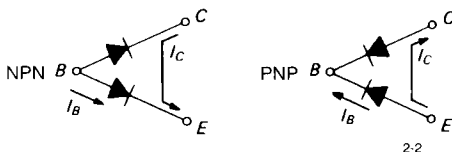

Figure 2.2 - Les broches d'un transistor vues par un ohmmètre.
2. Les circuits base-émetteur et base-collecteur se comportent comme des diodes (figure 2.2). Normalement la diode base-émetteur est conductrice et la diode base-collecteur est bloquée, c'est-à-dire que la tension est appliquée dans le sens inverse de la circulation du courant.